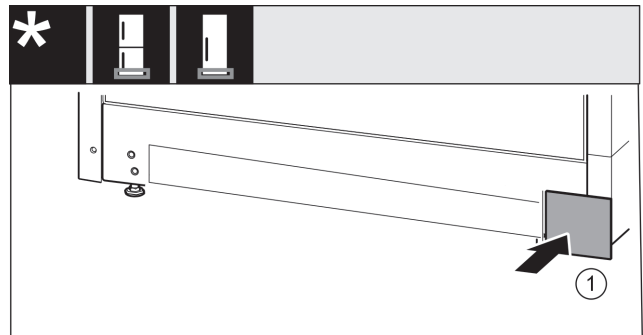

Fig. 49
- Tegye vissza a fedelet Fig. 49 (1) a másik oldalra.